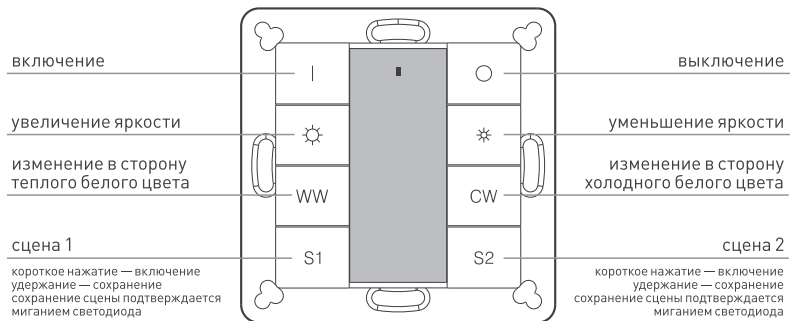

Рисунок 2. Назначение кнопок.
- 3.9. Проверьте управление с панели (Рисунок 2).